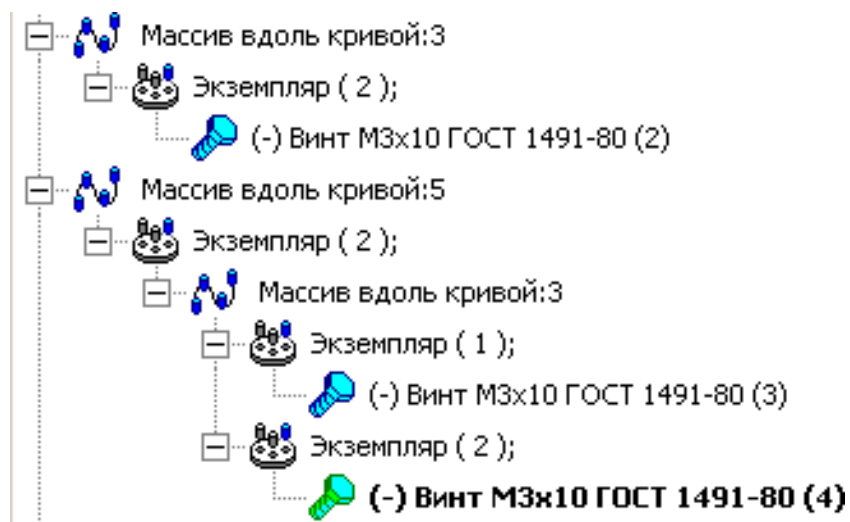

Рис. 30
7) Добавьте новый **Шаг разнесения** и в компонентах укажите винты (для указания винтов, созданных командой **Массив вдоль кривой**, раскройте в дереве построения данную операцию или укажите их в окне сборки, рис. 30). Активизируйте переключатель **Объект**  и укажите курсором ребро, определяющее направление разнесения. Направление прямое . Введите значение расстояния перемещения равное «120». Нажмите кнопку **Применить** .